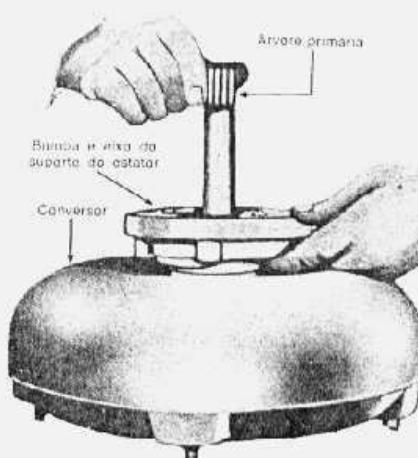

fig. 28 — verificação da interferência entre a turbina e o estator
3. Encastrar a árvore primária no cubo da turbina (fig. 28).